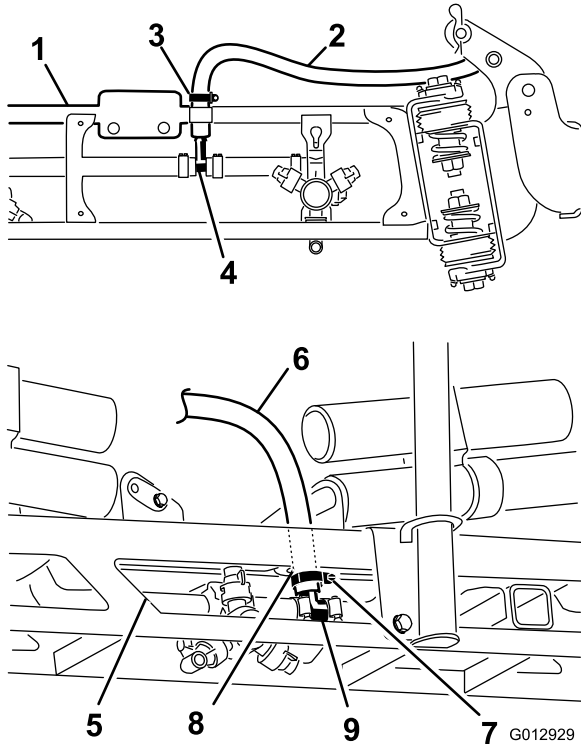

図 32
3. 左右のエクステンションブームのホース継手に石鹼水を塗る(図 32)。石鹼水を塗った継手にブームエクステンションを差し込み、クランプで固定する。
4. センターブームのT字継手のホース接続部図 32。
5. センターブームのホースをセンターブーム・アセンブリのハトメ付きの穴に通す。石鹼水を塗った継手にセンターブームの給水ホースを接続し、クランプで固定する図 32。